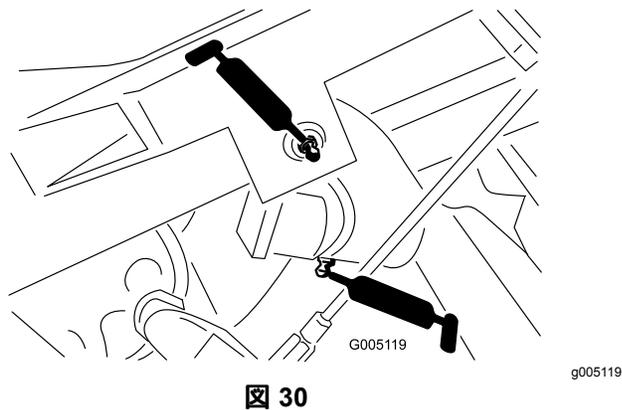

図 30
- 昇降アームのピボット3か所とピボットヒンジ3か所 図 30